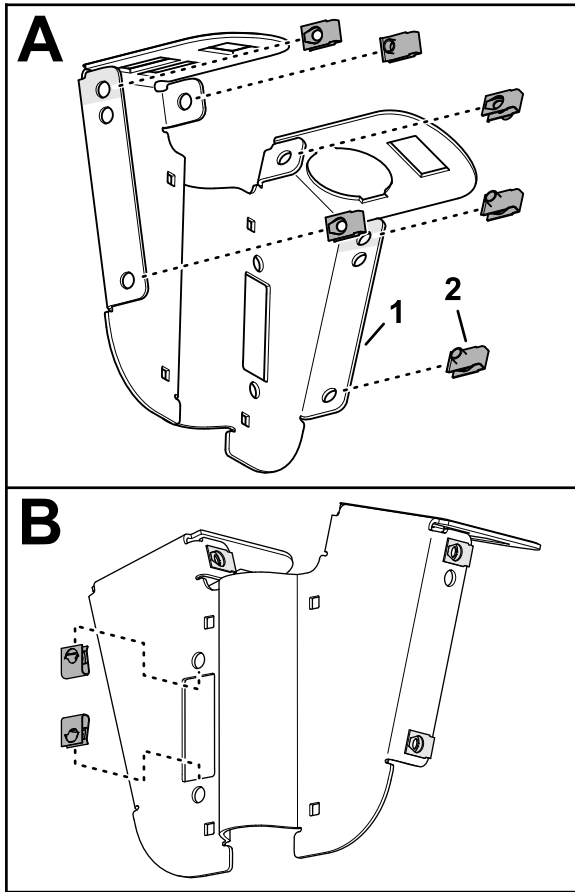

Figure 26
1. Installez les 8 écrous à clip (¼ po) sur le support de commutateurs, comme montré à la Figure 26.